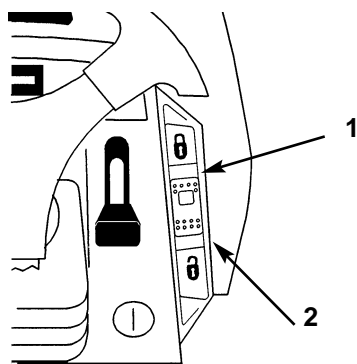

Figure 13
Le régulateur de vitesse est en option sur certains modèles. Un levier à trois positions (SET-LOCK, ON, OFF-UNLOCK) (PROGRAMMATION, EN SERVICE, HORS SERVICE) située sur le tableau de bord (Fig. 13) commande la mise en service du régulateur de vitesse, qui maintient la position de commande de déplacement sans pression du pied. Le régulateur de vitesse est prévu pour être utilisé en marche avant seulement. Ne pas l'utiliser en marche arrière.
- Commencer à conduire le tracteur; se reporter à la section "Conduite en marche avant ou arrière", page 15. Tout en gardant le pied sur la commande de déplacement, avancer le levier du régulateur de vitesse (Fig. 13) à la position "SET LOCK" (PROGRAMMATION).
- Tout en gardant le pied sur la commande de déplacement, ramener le levier du programmeur de vitesse (Fig. 13) jusqu'à la position "UNLOCK-OFF".